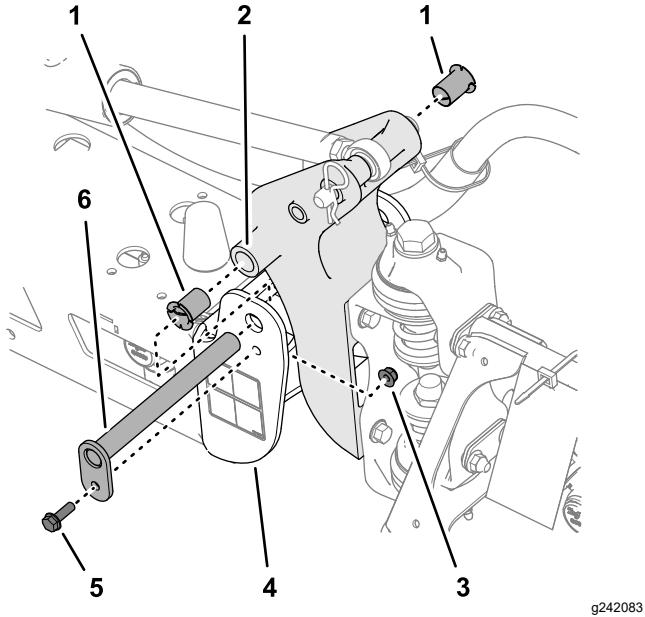

Figure 150
3. Retirez le boulon et l'écrou qui fixent l'axe de pivot, et déposez celui-ci (Figure 150).
5. Déposez et examinez les bagues en nylon à l'avant et à l'arrière du support de pivot (Figure 150).
6. Lubrifiez les bagues en nylon avec un peu d'huile et insérez-les dans le support de pivot (Figure 150).
7. Alignez les trous du support de pivot et les trous du profilé d'extrémité (Figure 150).